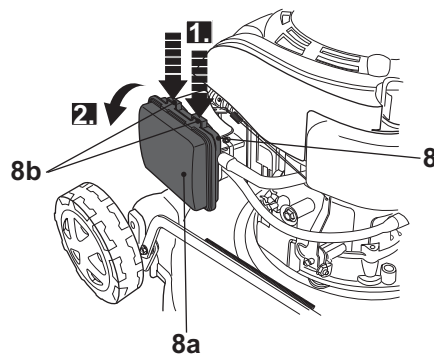

Fig. 22
- > Appuyez sur les loquets [8b] sur le couvercle [8a] et ouvrez le boîtier du filtre à air [8] (Fig. 22).